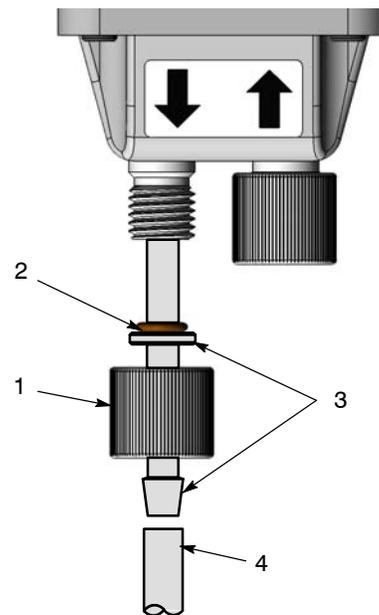

Abb. 5 Flexiblen Schlauch an die Pumpe anschließen
1. Siehe Abbildung 5. Die hintere (Ausgangs-) Haltemutter (1) und den O-Ring (2) von der Pumpe abnehmen.
2. Den O-Ring (2) auf dem Schlauchadapter (3) installieren, bis er am Adapterflansch anliegt.
5. Den flexiblen Pulverschlauch (4) auf das Steckende des Adapters schieben.